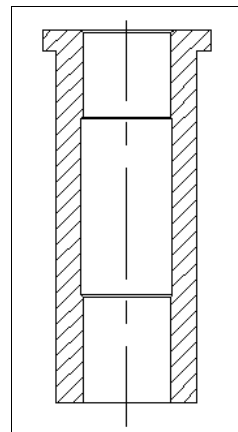

Рис. 10.7. Чертеж втулки с выполненной штриховкой
- Чертеж втулки с двумя заштрихованными половинами контура готов (рис. 10.7).